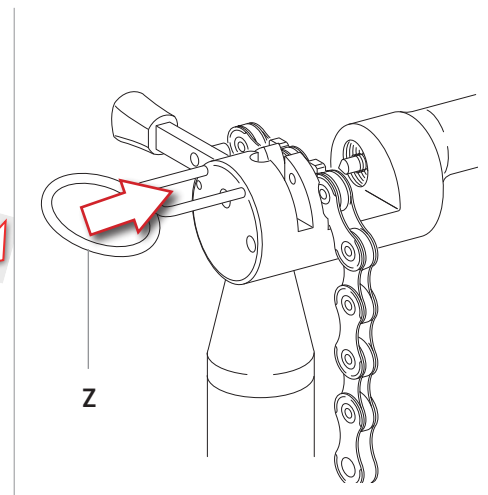

Abb.6
- Das Kettenglied mit der speziellen Sperrvorrichtung (Z) (Abb. 6) blockieren.